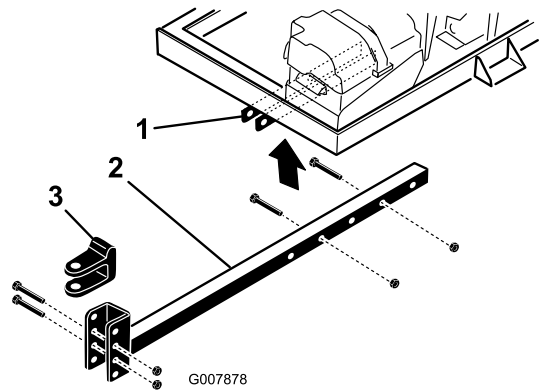

Figure 4
4. Fixez le tube d'attelage sur les supports du cadre (Figure 4) à l'aide de 2 boulons ($\frac{3}{8}$ x 3 po) et 2 écrous à embase ($\frac{3}{8}$ po).
3. Insérez le tube d'attelage dans les supports du cadre (Figure 4).